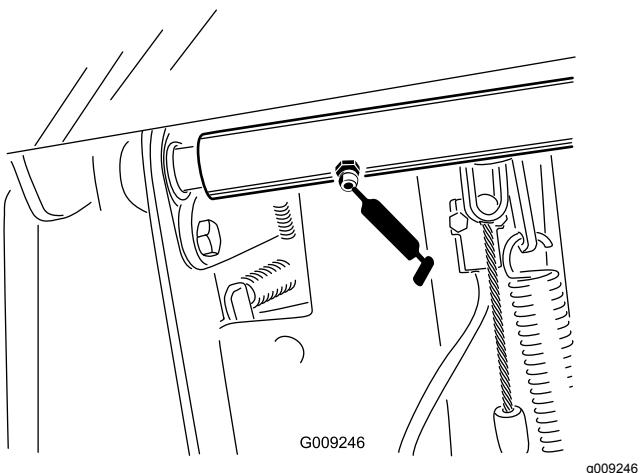

Figura 59
- Cuscinetti orientabili dell'albero del freno (2) (Figura 59)